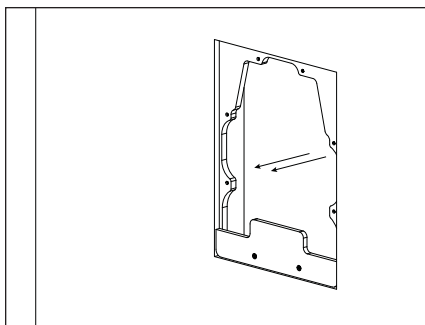

Fig. 12d
- d) En utilisant la butée comme guide, tirez le cadre vers vous pour qu'il s'aligne sur tous les côtés avec les rebords intérieurs du trou. La butée sortira du trou dans la partie inférieure (Fig. 12d).